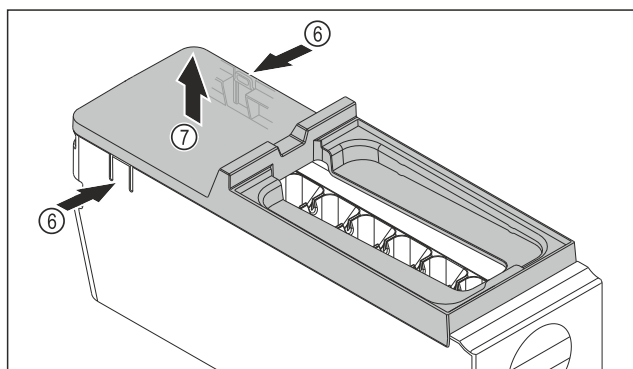

Fig. 92
- Изваждане на капака на корпуса на EasyTwist-Ice: Натиснете езичетата Fig. 92 (6) от двете страни на корпуса на EasyTwist-Ice с една ръка.
- С другата ръка извадете капака Fig. 92 (7) нагоре.